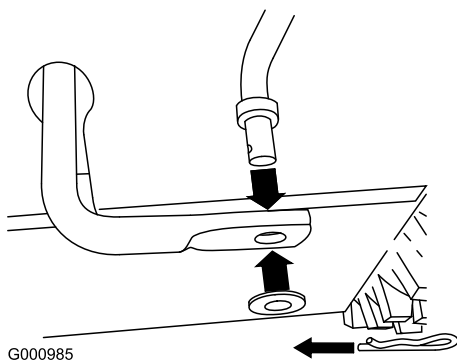

Рисунок 10
- Выньте шплинт и снимите шайбу с нижнего конца штока управления скоростью, затем вставьте нижний конец штока в нижнее коромысло так, чтобы изогнутый конец штока управления скоростью был направлен назад (Рисунок 10).